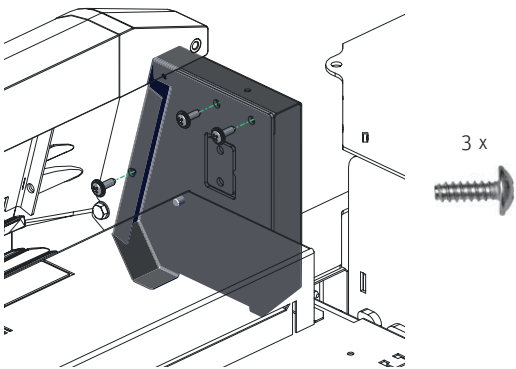

Fig. 96 Avvitare la parte superiore del rivestimento sinistro in alto
- Avvitare la parte superiore del rivestimento sinistro in alto internamente con 3 viti autofilettanti – Fig. 96.